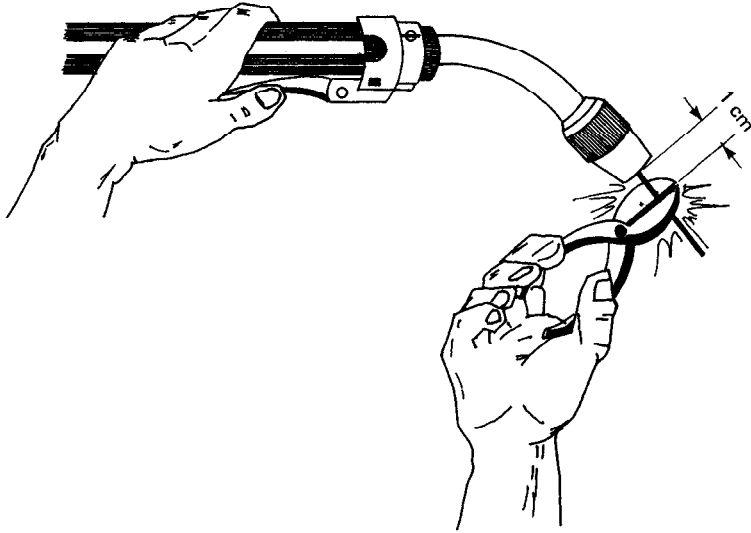

Figura 3.10
- c) Corte el alambre sobresaliente a 1 cm fuera de la boquilla de acuerdo a la figura 3.10